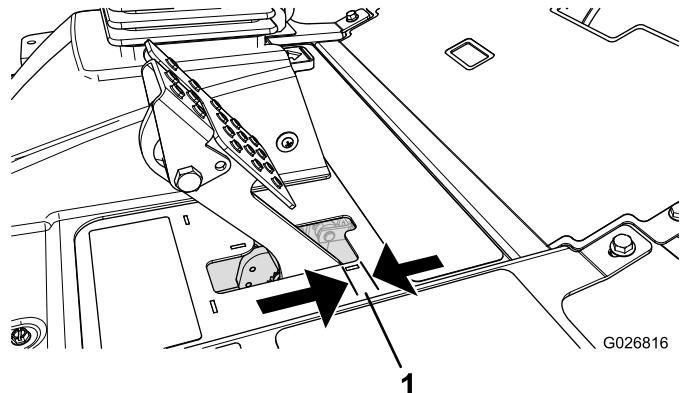

Figure 84
Réglez les freins si la garde à la pédale de frein est supérieure à 2,5 cm (Figure 84) ou si la force de maintien offerte est insuffisante. La garde est la distance parcourue par la pédale de frein avant que le freinage soit ressenti.
2. Serrez l'écrou arrière afin de pouvoir déplacer le câble en arrière jusqu'à obtention d'une garde de 6,3 à 12,7 mm (Figure 84), avant le blocage des roues.